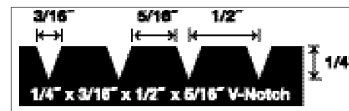

Figura 2
- Palustre con muesca en V de 1/4" x 1/2" x 3/16" (6 mm x 13 mm x 8 mm) (Figura 2)
- Decida la dirección de la instalación del piso en la habitación. Las tablas instaladas paralelas a las ventanas realzan más el piso. Los pisos deben instalarse perpendiculares a las vigas de piso. Añada rigidez a los contrapisos según sea necesario para evitar el movimiento vertical (Figura 2).